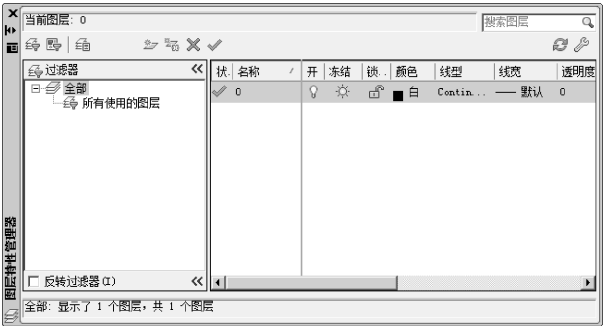

图 2-39 “图层特性管理器”对话框
- 1) 利用上述方法打开“图层特性管理器”对话框，如图 2-39 所示。